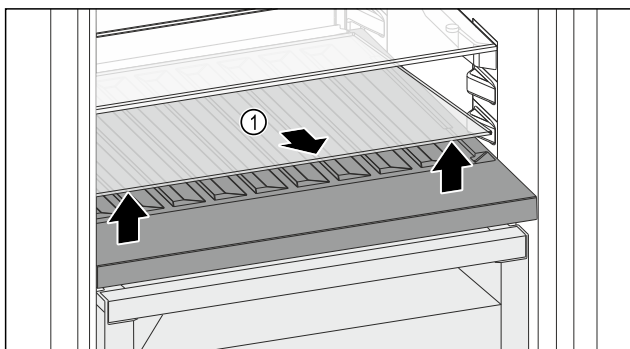

Fig. 214
- ▶ Skleněnou desku Fig. 214 (1) zvedněte za vybrání vpředu a vyjměte ji.
- ▶ Skleněnou desku Fig. 214 (1) uložte bezpečně mimo spotřebič.
- ▶ Skleněnou desku (2) vložte pod variabilní přihrádku na láhve.